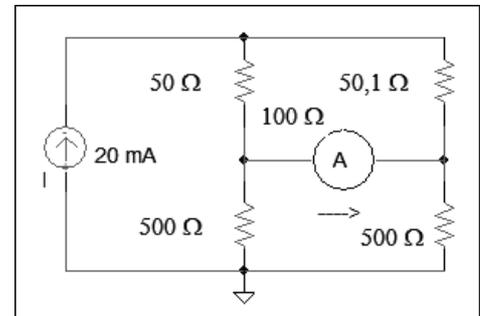

Figura 2
3.- En las condiciones del circuito de la Figura 2, ¿cuál es la corriente que detectaría el amperímetro?
6.- En el circuito de la Figura 2 se sustituye la fuente de corriente por una fuente de tensión de  $4\text{V}$ . Obténgase la corriente que detectaría en esta situación el amperímetro.